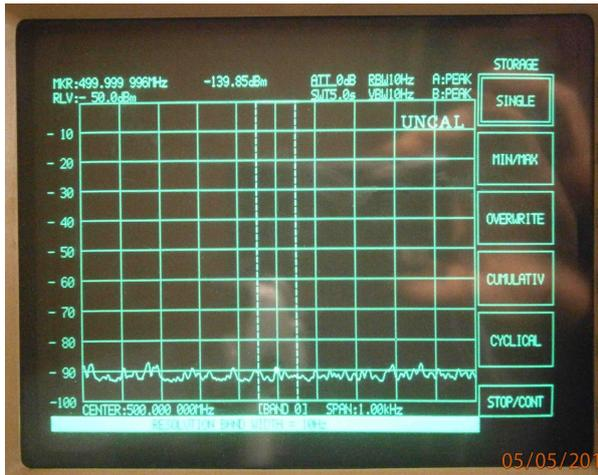

Abb. 3: Rauschpegel und Frequenzanzeige auf Band 0
- d) Rauschpegel nach ca. 40 Minuten Betrieb bei etwa -135 dBm entsprechend Spezifikation (Abb. 3).